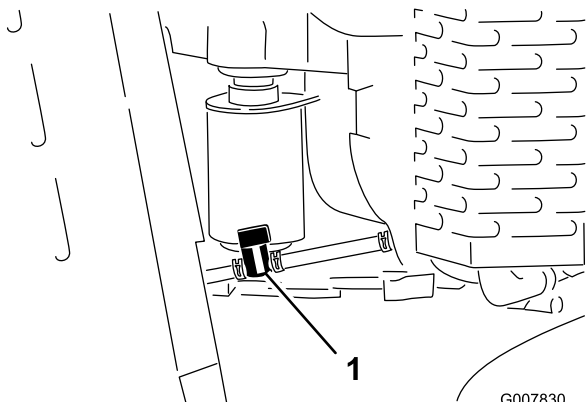

Figura 37
4. Rode a válvula de bloqueio de combustível para a posição Closed (fechada) (Figura 37).
5. Aperte as extremidades da braçadeira de tubos no lado do motor da válvula de bloqueio em simultâneo e afaste o tubo do combustível da válvula (Figura 37).
6. Puxe o tubo do combustível da válvula (Figura 37).
3. Rode a válvula de bloqueio de combustível para a posição Closed (fechada) (Figura 37).
7. Rode a válvula de bloqueio de combustível para a posição Open (aberta) (Figura 37).